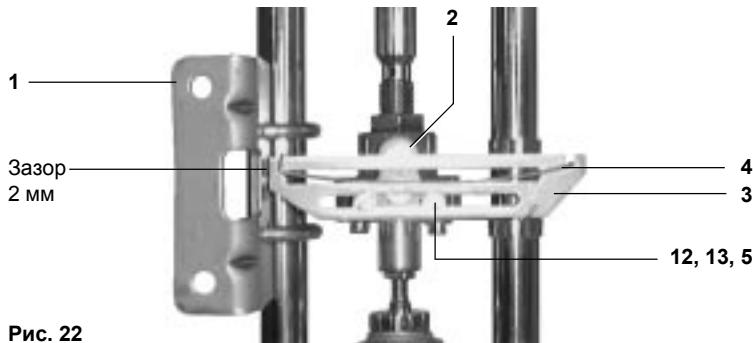
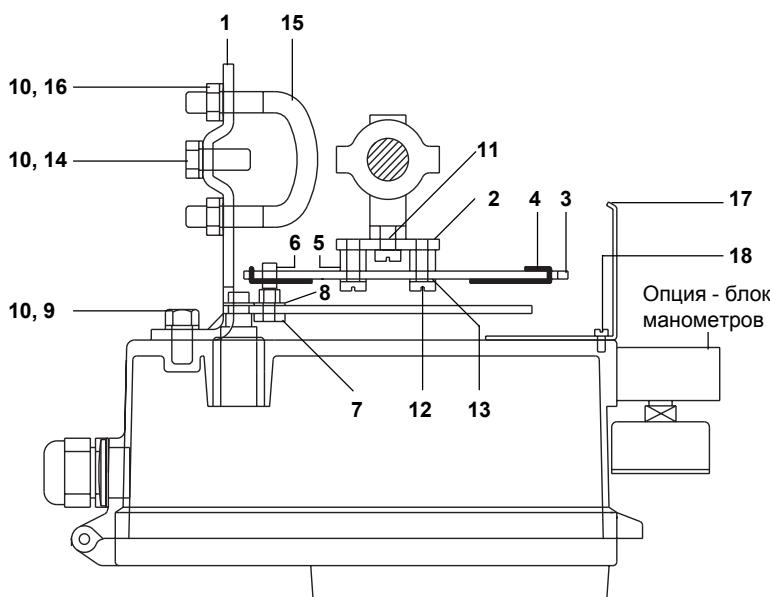

Рис. 22
Рис. 25
Все детали монтажного набора а также сборка показаны на Рис. 25.
5.1.9 Установите рычаг (3) на скобу (2), используя два винта M5 (12), две шайбы (13) и прокладку (5) (Рис. 25). Для обеспечения нормальной работы убедитесь в наличии зазора примерно в 2 мм между рычагом (3) и пластиной (1) и что рычаг (3) расположен перпендикулярно стойкам пневмопривода (Рис. 22). Затяните усилием 3,5 - 4,5 Нм.